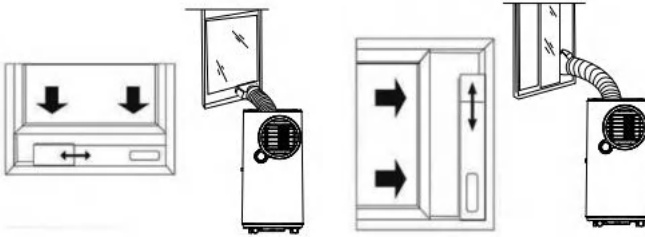

Abb.8
- Bei Installation auf dem Fenster, Stecken Sie das Verbindungsstück zur Gleitschiene in die verstellbare Gleitschiene, passen Sie die Fensteröffnung an, damit die Gleitschiene gut in das Fenster passt. Die Länge der Gleitschiene ist einstellbar. (Abb.8)